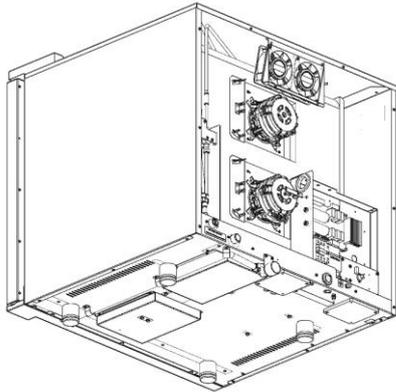

Рис. 4
1. Снять с конвекционной печи стенку заднюю, открутив крепеж (см. Рис. 4);